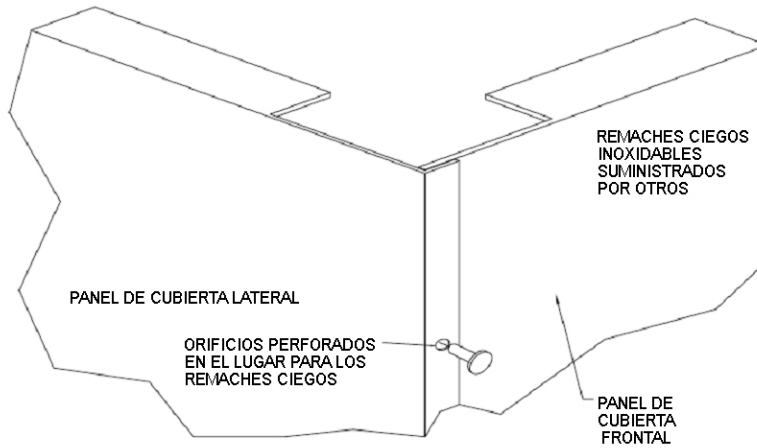

Figura 14D
4. Coloque el panel frontal de la cubierta. Posicione su brida inferior de 1/2" bajo el perfil frontal de la campana y deslice el panel hasta que quede en posición, de manera que el extremo del panel frontal esté detrás del codo de 90 grados del panel lateral. **Vea la figura 14D: Ensamblaje de Esquina Frontal.** Cuando esté en su lugar, ajuste a presión la brida inferior del panel frontal al perfil frontal para que la cara de la cubierta encaje bien en la parte frontal de la campana. Fije con tornillos o remaches ciegos la parte inferior del panel frontal al perfil frontal.
5. Haga los orificios adecuados y remache el panel frontal al panel lateral de la cubierta. **Vea la figura 14D: Ensamblaje de Esquina Frontal.**